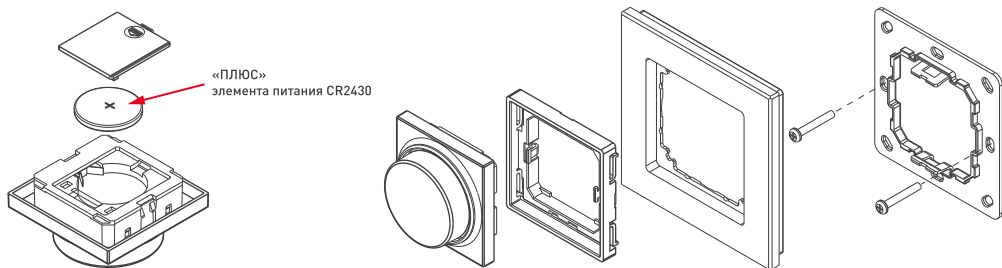

Рисунок 1. Установка элемента питания и монтаж панели.
3.2. Установите элемент питания CR2430 в панель (рис. 1).